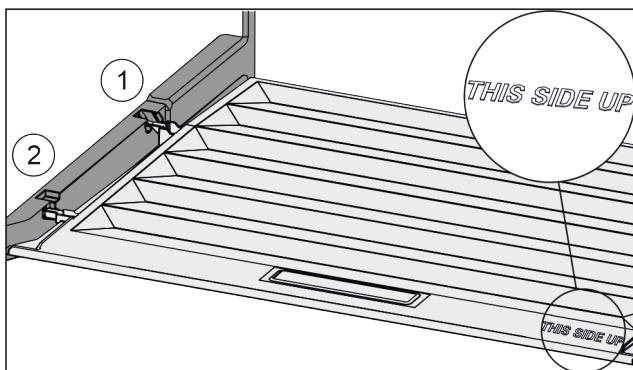

Fig. 72
- Вставить поперечные ребра крышки через отверстие заднего держателя Fig. 72 (1) и защелкнуть спереди в держателе Fig. 72 (2).